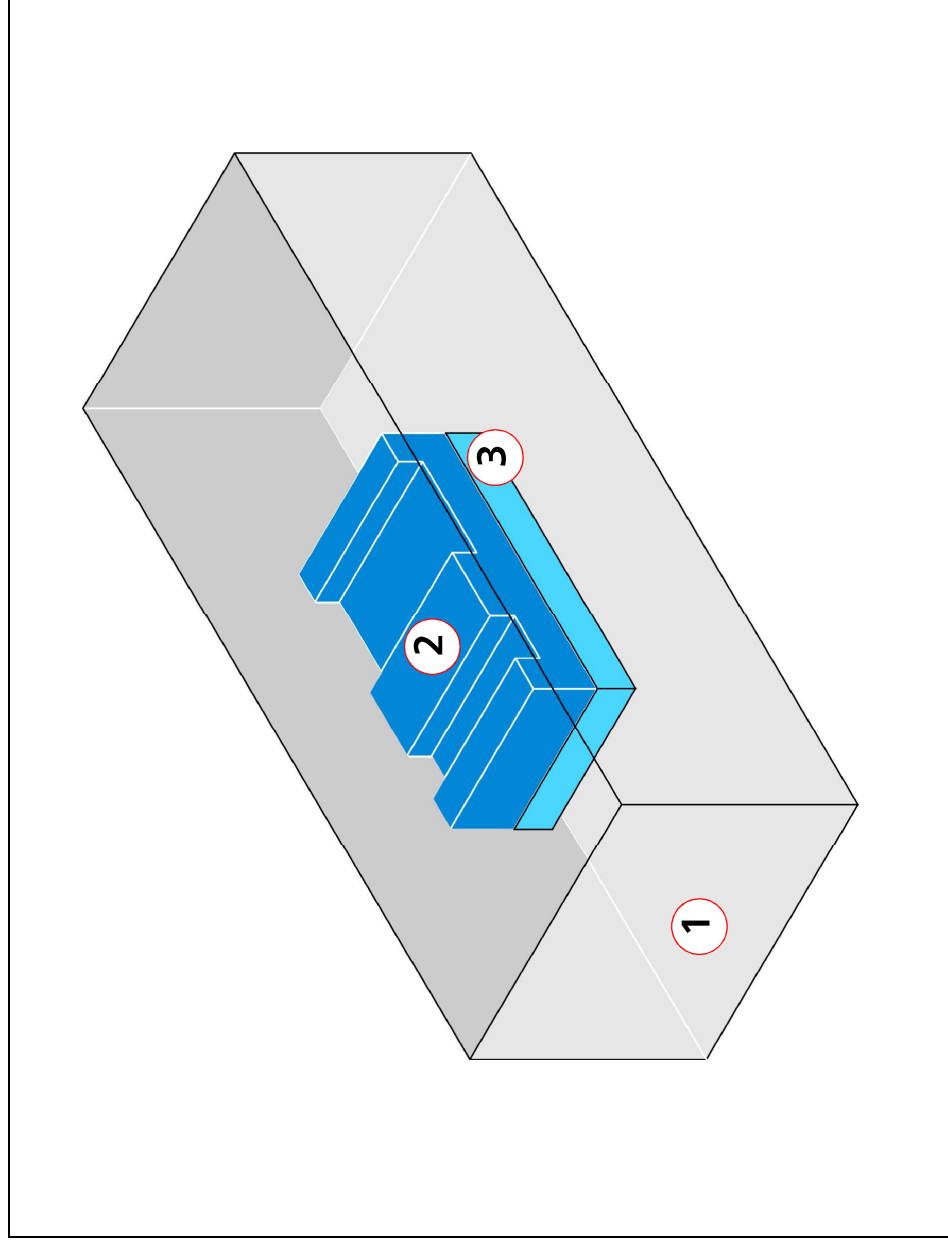

Bild 5-5
Die Flaschenfüllmaschine ist in einen sterilen (Aseptikzone (2, Bild 5-5)), einen keimreduzierten (Keimreduzierte Zone (1)) und einen von der Maschinenumgebung abgegrenzten Bereich (Produktionszone (1)) aufgeteilt
Unterhalb der Aseptikzone (2, Bild 5-5) ist das Grundgestell durch Fenster verkleidet. Diese Fenster sind als Baugruppe Innere Verkleidung zusammengefasst. Sie ermöglichen den Zugang zur keimreduzierten Zone (3). Innerhalb dieser Zone befinden sich Absaugkästen, die über Rohrleitungen mit dem Abluftsystem verbunden sind.
- Produktionszone (1, Bild 5-5) manuell reinigen.